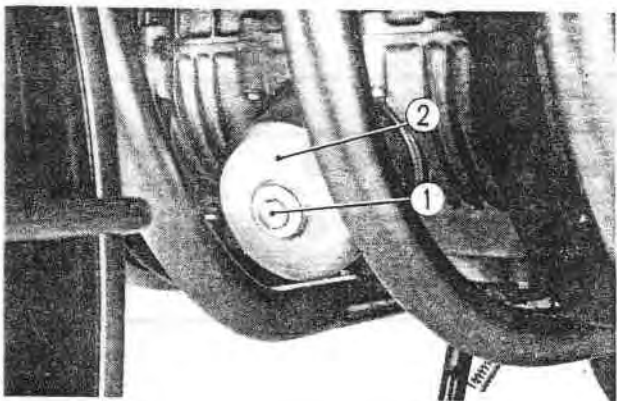

Fig. 19-4 ① Boulou de fixation de filtre à huile
(1) Enlever le carter de filtre à huile en dévissant le boulon de fixation de filtre. (Fig. 19-4)